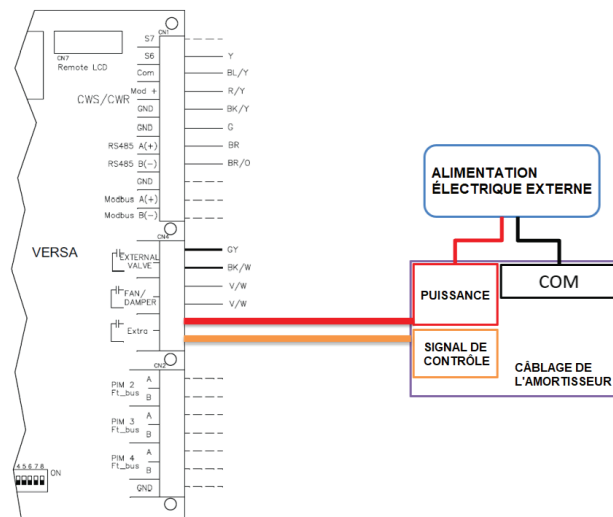

Figure 76. Câblage de l'amortisseur
- Câbler le volet conformément à la **Figure 76** et aux instructions du fabricant du volet: